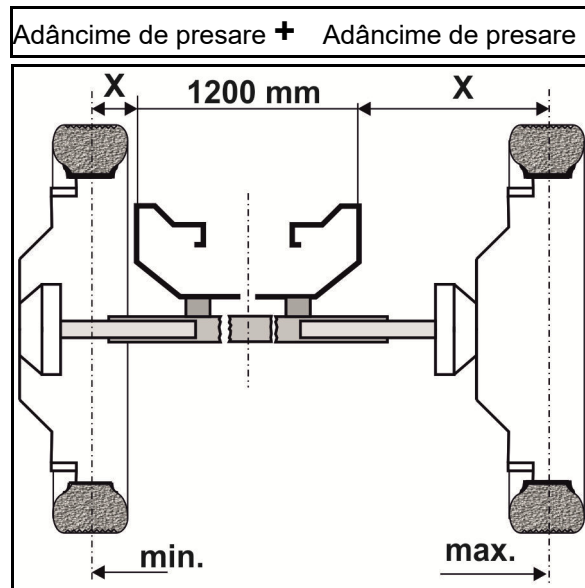

Fig. 103
5. Introduceți, respectiv extrageți semi-axele în poziția dorită. În acest sens, determinați dimensiunea "x" de la muchia exterioară a cadrului de bază (Fig. 103/1) până la mijlocul roții stropitoarei și introduceți, resp. extrageți corespunzător semi-axa.